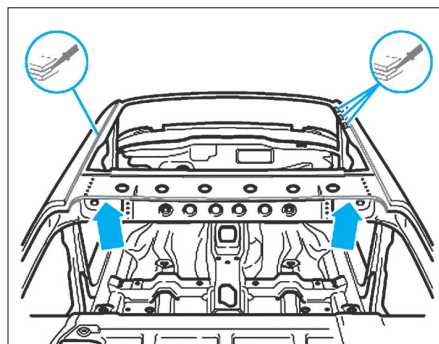

FIG. 26
- Sur les véhicules équipés d'un toit coulissant, appliquer de la colle de montage dans la zone du renfort de pavillon (Fig.26).